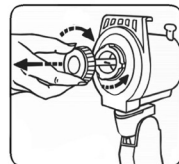

рис. 4
- Открутите фиксатор лопастей (5), поворачивая его по часовой стрелке. Открутите гайку фиксации задней решётки (7), поворачивая её против часовой стрелки (рис. 4)